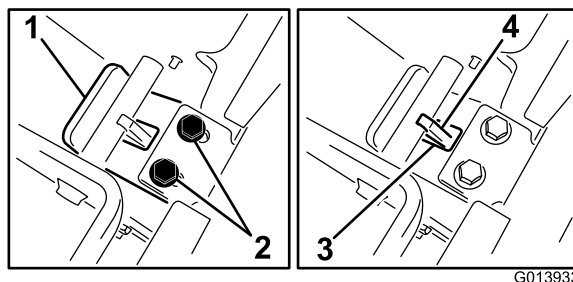

Рисунок 15
5. Сохраняя усилие на опорной пластине, сдвиньте планку на себя, чтобы кромка пластины вошла в контакт с поперечиной (Рисунок 15).